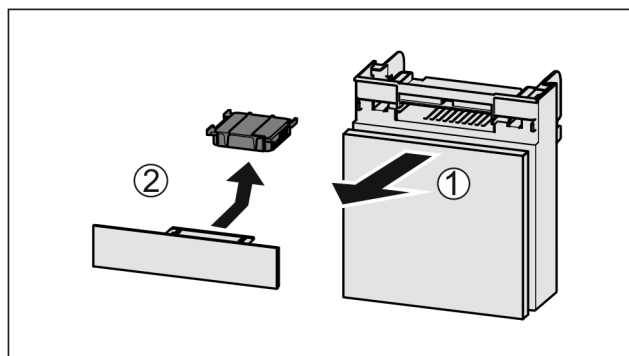

Fig. 41
- ▶ Zásuvku vytáhněte dopředu Fig. 41 (1).
- ▶ Filtr s aktivním uhlím vyjměte Fig. 41 (2).